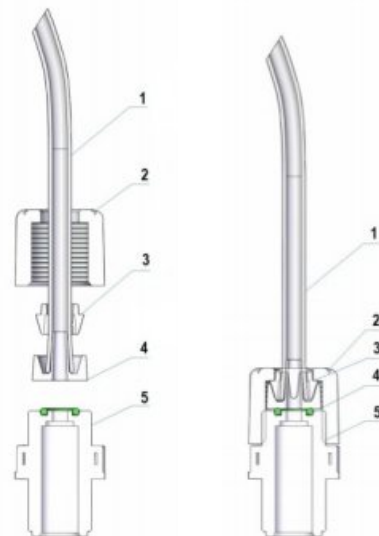

Fig.4 – Подсоединение шланга к ниппелям
1. Отсоединить вилку кабеля электропитания от сетевой розетки 220V или отключить питание двухполюсным выключателем с минимальным расстоянием между контактами 3 мм (Рис. 4)
1. Отсоединить пины от сетевой розетки или отключить питание двухполюсным выключателем с минимальным расстоянием между контактами 3 мм (Рис. 4)